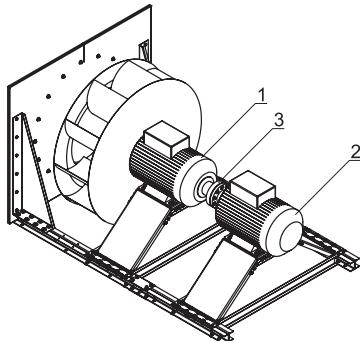

Рисунок 12.1
Вариант с муфтовым соединением (рис. 12.1) состоит из резервного двигателя (1) и основного (2), которые располагаются друг за другом на одной оси. Основной двигатель (2), расположенный в задней части моторного блока, приводит через упругую втулочно-пальцевую муфту ГОСТ 21424-93 (3), в холостую вращающийся резервный двигатель с расположенным на его валу рабочим колесом. Упругие резиновые втулки пальцев, соединяющие две полумуфты, благодаря деформации, позволяют компенсировать погрешности по соосности валов электродвигателей.